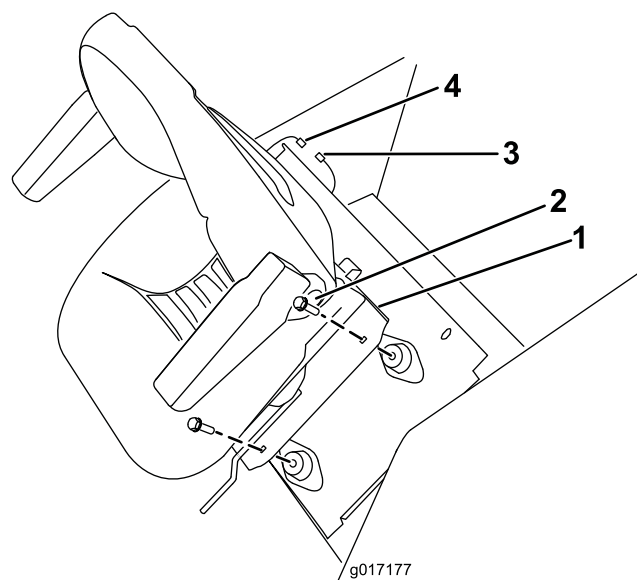

図 7
7. ワイヤハーネスをシート用のコードのコネクタに接続する (図 7)。